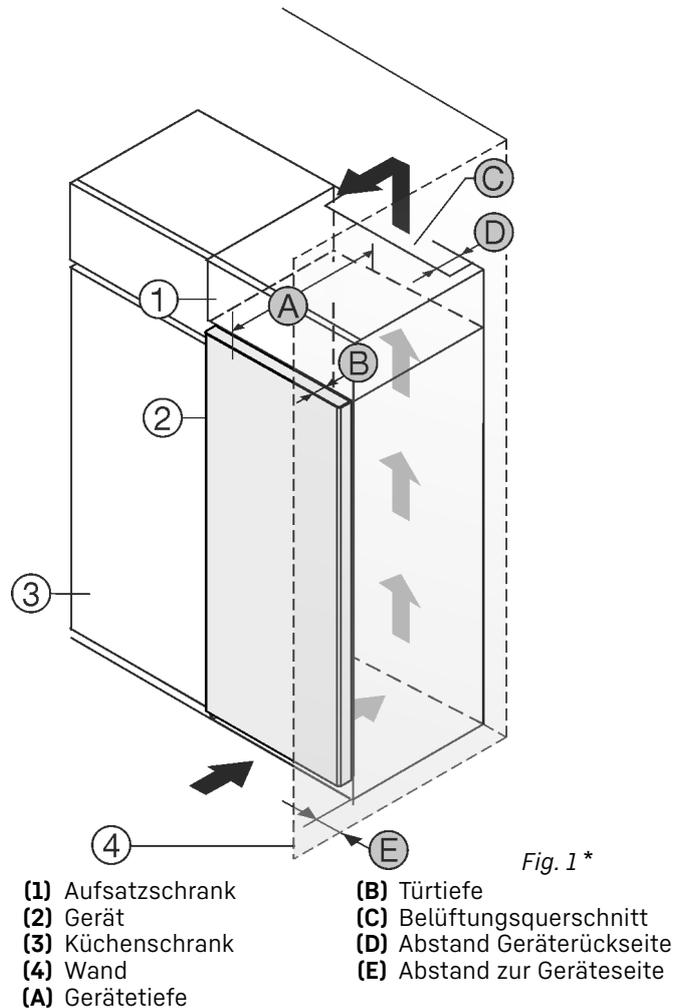

Fig. 1*
Gerät direkt neben dem Küchenschrank Fig. 1 (3) aufstellen.*
An der Rückseite des Aufsatzschrankes muss ein Abluftschacht mit der Tiefe Fig. 1 (D) über die gesamte Aufsatzschrankbreite vorhanden sein.*
Unter der Raumdecke muss der Entlüftungsquerschnitt Fig. 1 (C) eingehalten werden.*
Wenn das Gerät mit den Scharnieren neben einer Wand Fig. 1 (4) aufgestellt wird, muss der Abstand zwischen Gerät und Wand mindestens 13 mm betragen.*
Wenn das Gerät mit den Scharnieren neben einer Wand Fig. 1 (4) aufgestellt wird, muss der Abstand zwischen Gerät und Wand mindestens 20 mm betragen.*
Wenn das Gerät mit den Scharnieren neben einer Wand Fig. 1 (4) aufgestellt wird, muss der Abstand zwischen Gerät und Wand mindestens 57 mm betragen. Dies entspricht dem Griffüberstand bei geöffneter Tür.*
Um die Tür vollständig öffnen zu können, muss Gerät um die Türtiefe Fig. 1 (B) gegenüber der Küchenschrankfront vorstehen. Abhängig von der Tiefe der Küchenschränke Fig. 1 (3) und Verwendung von Wandabstandshaltern kann das Gerät weiter herausragen.*